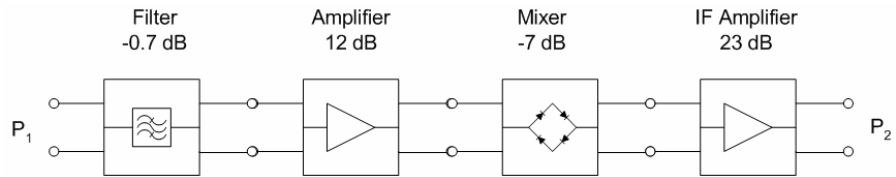

Abbildung 2: Kaskadierung von Vierpolen
*Beispiel:* Abbildung 2 zeigt die Eingangsstufen eines Empfängers. Die Gesamtverstärkung  $a$  ergibt sich zu: